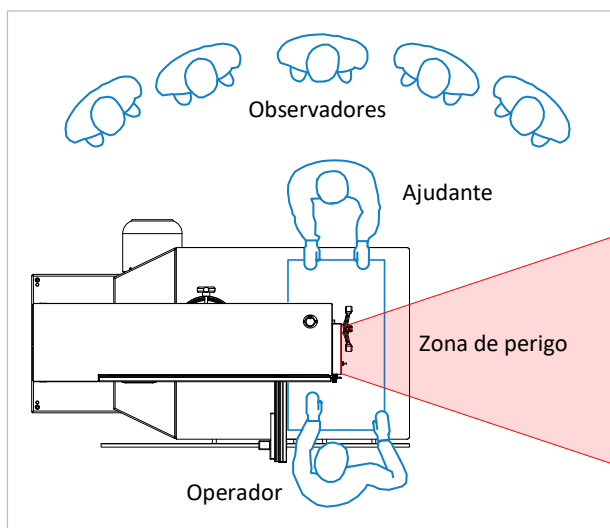

Figura 3: Zona de perigo junto à máquina
- ⚠ **Comportamento em caso de quebra da lâmina de serra:** Premir o botão de paragem de emergência e esperar até que todas as rodas de serra de fita estejam completamente paradas antes de tomar qualquer outra ação. Só a roda inferior é travada! Na zona de perigo junto à máquina (ver ⇒ Figura 3), existe risco de vida se a lâmina da serra se partir!